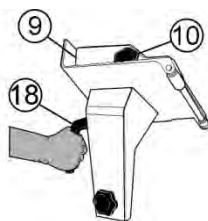

FIG 5. USO DEL CARRO
- 3.- Usando la perilla (10), empuje el pisón (9) hacia abajo sobre el producto. Para deslizar el carro hacia adelante y atrás, use la manivela (18) del mismo (Fig. 5).
- 4.- Mueva el carro completamente hacia atrás y seleccione el espesor de corte deseado (7).